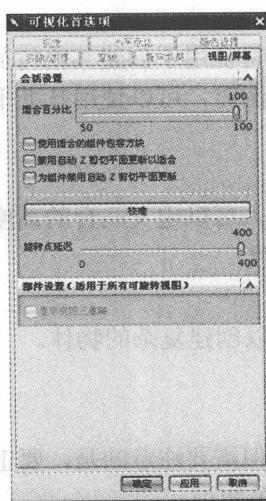

图 1-4 “可视化首选项”对话框
(3) 可视化：单击该命令，弹出如图 1-4 所示的对话框。该对话框用于设置图形窗口的显示方式。该对话框中的某些选项也可以设置零件属性。各选项卡的功能如下。